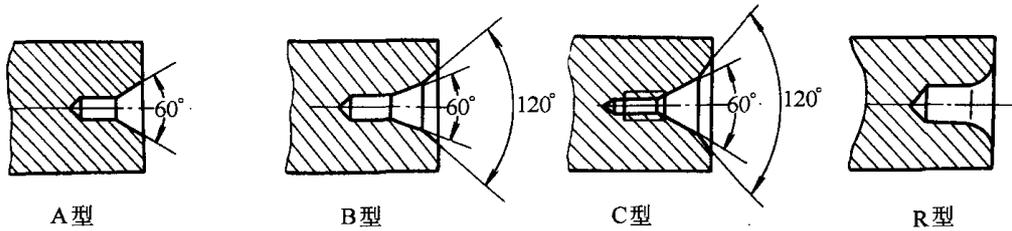

图 2—17 中心孔的类型
1) 中心钻的型式中心孔通常用中心钻钻出，常用的中心钻有 A 型和 B 型两种见图 2—18。中心钻的材料一般为高速钢，中心钻应以中心孔的圆柱尺寸选取。